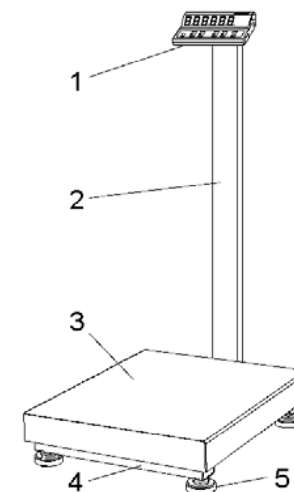

Рис. 1. Весы напольные электронные "Меркурий 330"
1.3.1 Общий вид весов приведен на рис. 1.
1.3.2 Весы "Меркурий 330-150" состоят из следующих составных частей (в соответствии с рис. 1):